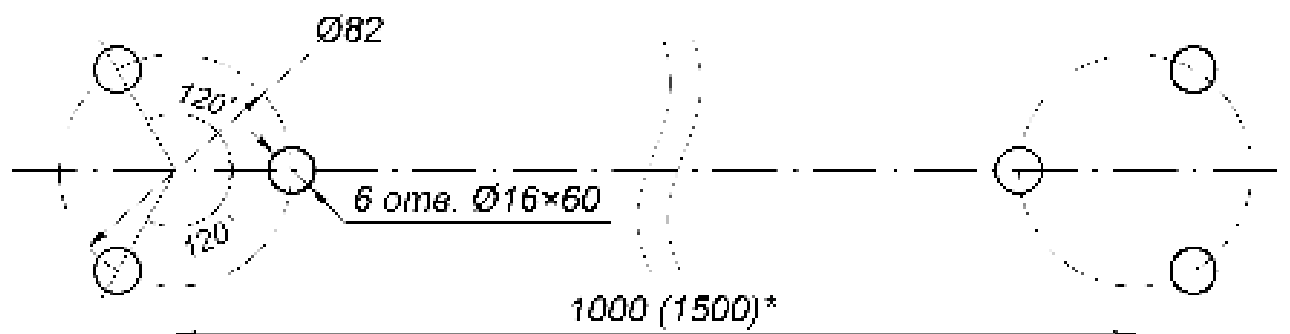

Рисунок 11. Расположение отверстий под анкерные болты во фланцах стоек
3. Разметьте и просверлите отверстия на установочной поверхности под анкеры PFG IH 10 «**SORMAT**» в соответствии со схемой разметки (см. рис. 11). Сначала размечаются центры установки стоек секции ограждения, затем от них размечаются точки крепления стоек, допускается использование в качестве шаблона непосредственно самих фланцев стоек.